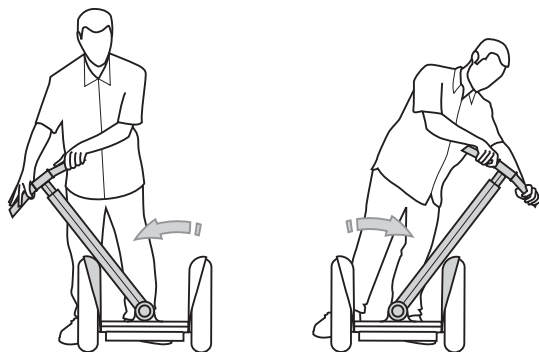

Figure 2. Séparation du cadre LeanSteer de la base du pivot
3. Inclinez le cadre LeanSteer complètement vers la gauche et la droite jusqu'à ce qu'il soit desserré. Vous entendrez et sentirez peut-être un déclic lorsque les brides de serrage se détachent de la base pivotante. Référez-vous à la figure 2.